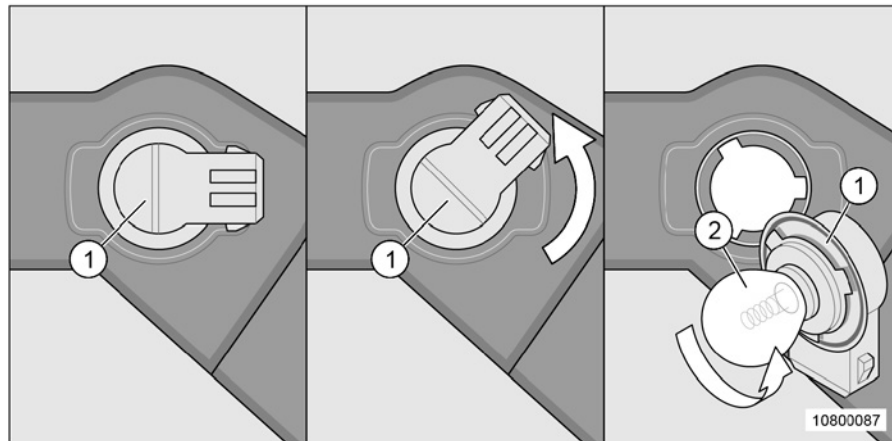

Fig. 186 Remplacement de l'ampoule du clignotant
Si, en remplaçant l'ampoule au niveau de l'éclairage avant (Fig. 186), on travaille avec un outil non approprié ou si le câble est trop sollicité, il y a risque de détérioration.
1. Tourner le culot (Fig. 186/1) dans le sens anti-horaire jusqu'en butée.
2. Retirer prudemment le culot (Fig. 186/1) en veillant à le tenir bien droit.
3. Pousser l'ampoule défectueuse (Fig. 186/2) dans le culot, la tourner dans le sens anti-horaire (fermeture à baïonnette) et la retirer.
4. Insérer la nouvelle ampoule (Fig. 186/2) dans le culot, l'enfoncer et la tourner dans le sens horaire.